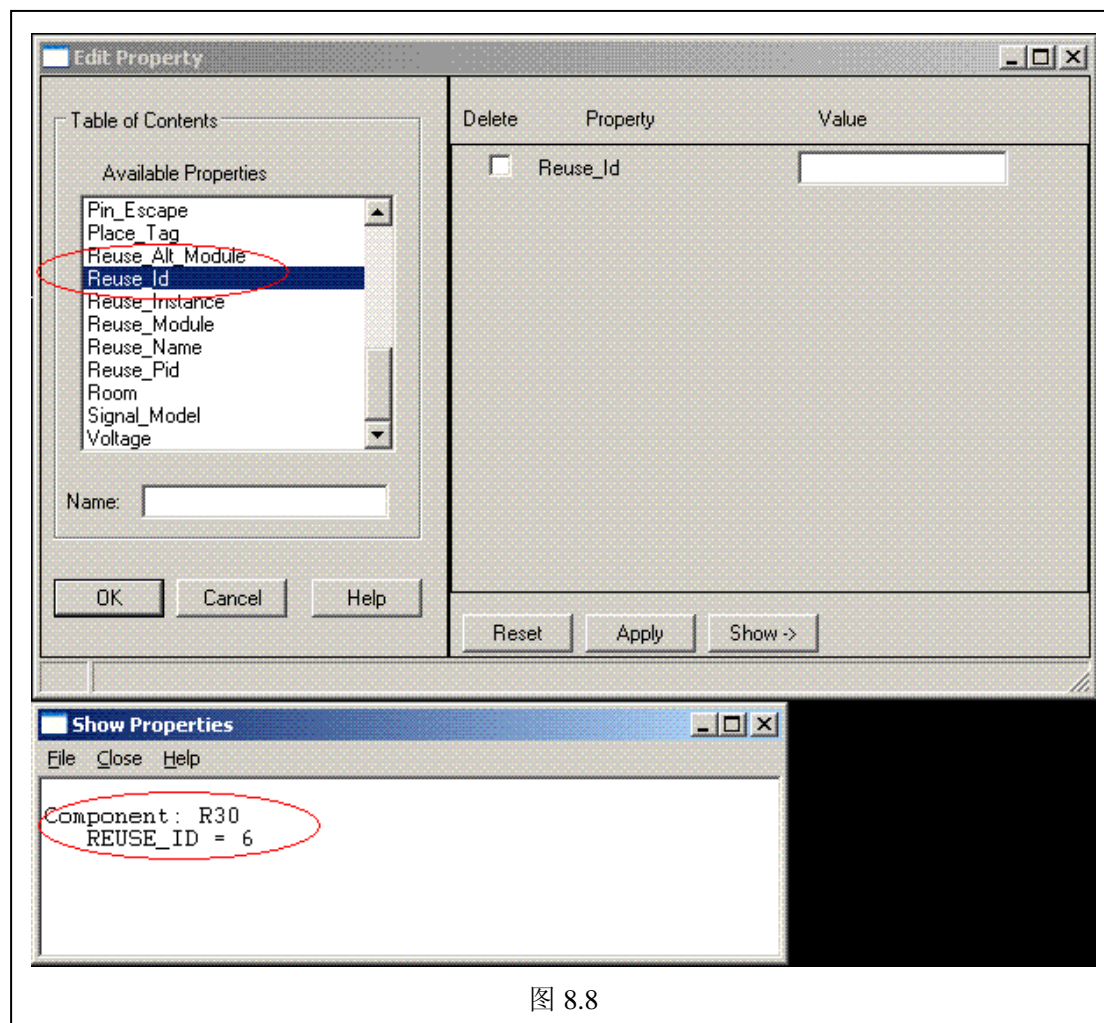

图 8.8
8) 为引用的 PCB (\*.brd) 模块文件导入包含元件 REUSE\_ID 属性的 netlist: 如果没有问题的话, 我们查看 PCB 的 SYMBOL 属性, REUSE\_ID 应该包含有特定的数值, 见图 8.8